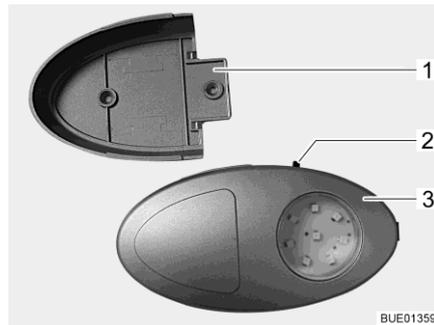

Bild 72 Kleiderschrankleuchte/Taschenlampe
- ▷ Die Kleiderschrankleuchte kann aus der verschraubten Halterung (Bild 72,1) herausgezogen und als Taschenlampe verwendet werden.
Der Ein-/Ausschalter (Bild 72,2) ist direkt an der Kleiderschrankleuchte (Bild 72,3) angebracht.